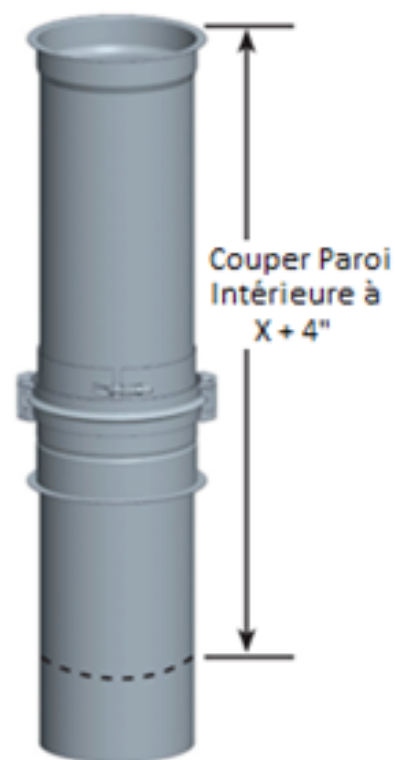

Figure 35 - Étape 2 -
REMARQUE: Si la conduite est trop longue pour pénétrer dans la section adjacente de la gaine sans interférer avec le chemin de l'écoulement, elle doit être coupée à la longueur de bride à bride souhaitée plus un chevauchement de 4" avec la paroi intérieure de la section de conduit d'extrémité d'entrée. (Voir les figures 35).
Étape 2 - Coupez la paroi intérieure à la dimension X trouvée à la première étape plus 4". Voir la figure 35.